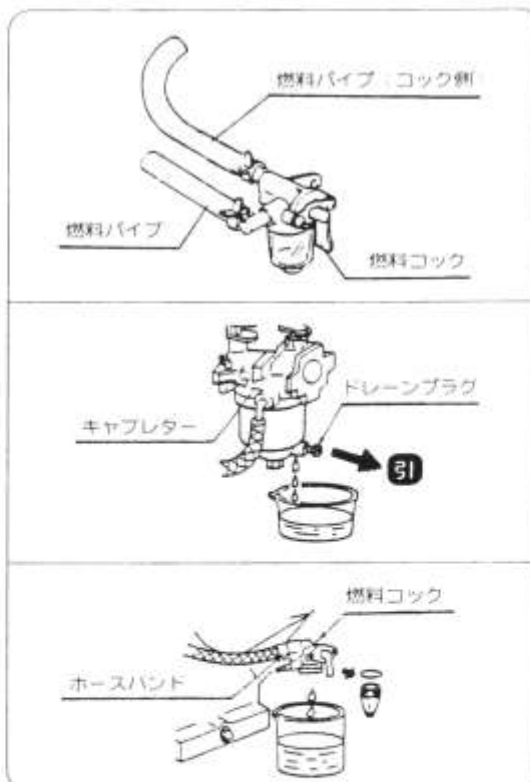

図43
③ ガソリンの抜き取り(図43)
(1) 燃料タンク内のガソリン抜き取り
(2) キャブレター内の燃料抜き取り
(3) 燃料コック内のガソリン抜き取り